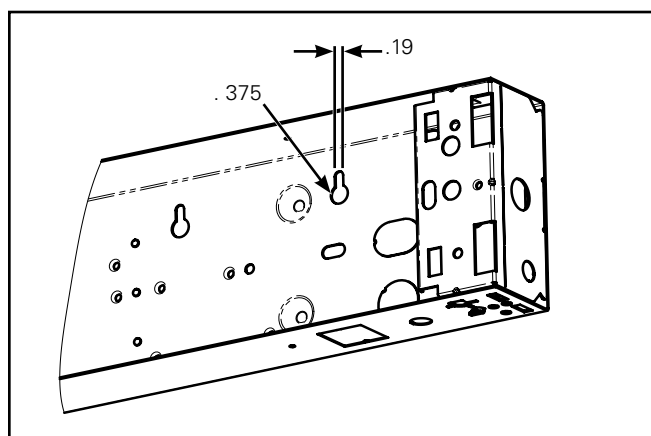

Figure 3.
1. Orientez le luminaire de façon à ce que les fentes en trous de serrure de la surface inférieure du canal soient verticales. (Trous en bas et fentes pointant vers le haut). (Figure 3)